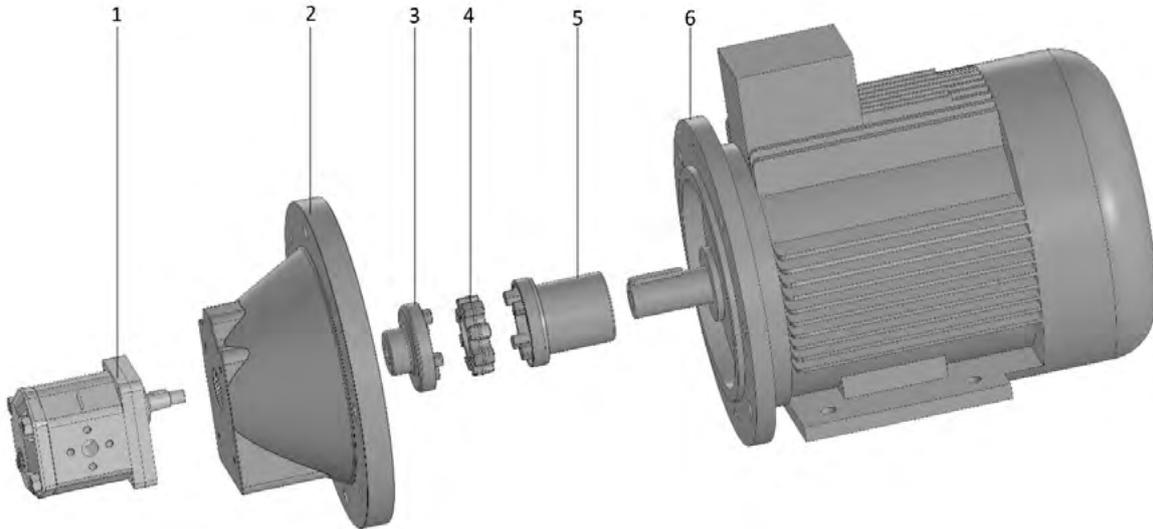

Рис. 1 – Конструктивное исполнение НМГ (PM-GP1-0061/3_AIP)
2.1. Перечень комплектующих для сборки (Рис. 1):